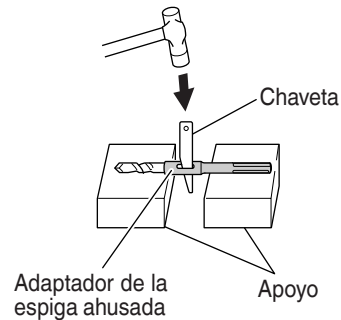

Fig. 17
- (4) Para quitar la broca (espiga ahusada), insertar la chaveta en la ranura del adaptador de la espiga ahusada y golpear la cabeza de la chaveta con un martillo. Usar apoyos como se muestra en la Fig. 17.